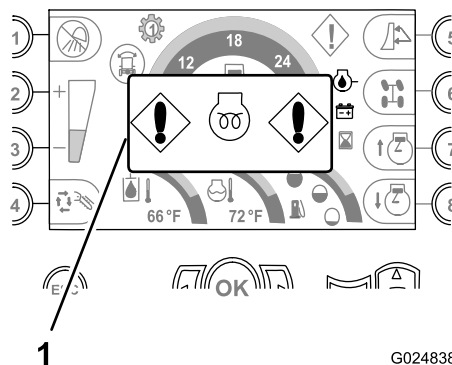

Figura 32
- **Indicador de calentamiento del motor** – Este indicador aparece cuando el interruptor de encendido está en la posición de Encendido y el calentador del aire de admisión del motor está encendido (Figura 32).
Nota: Espere a que desaparezca el indicador antes de intentar arrancar el motor (Figura 32).